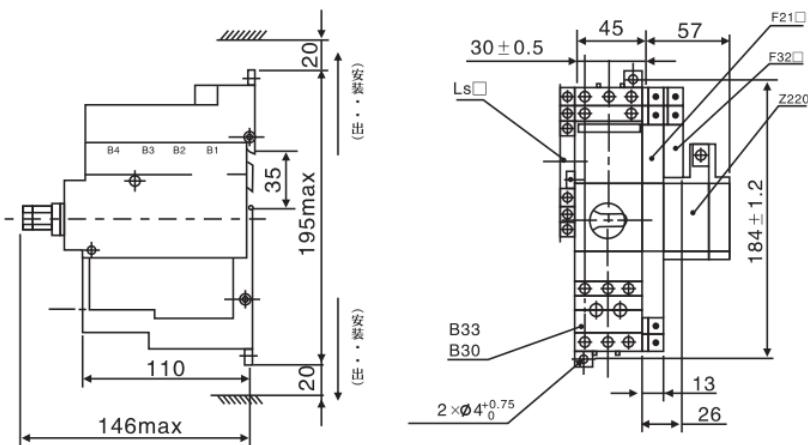

图7 带热磁脱扣器及远距离再扣器配置图
6.2 B框架3极KB0-12A、16A、18A产品带热磁脱扣器与远距离再扣配置的外形及安装尺寸见 图7。